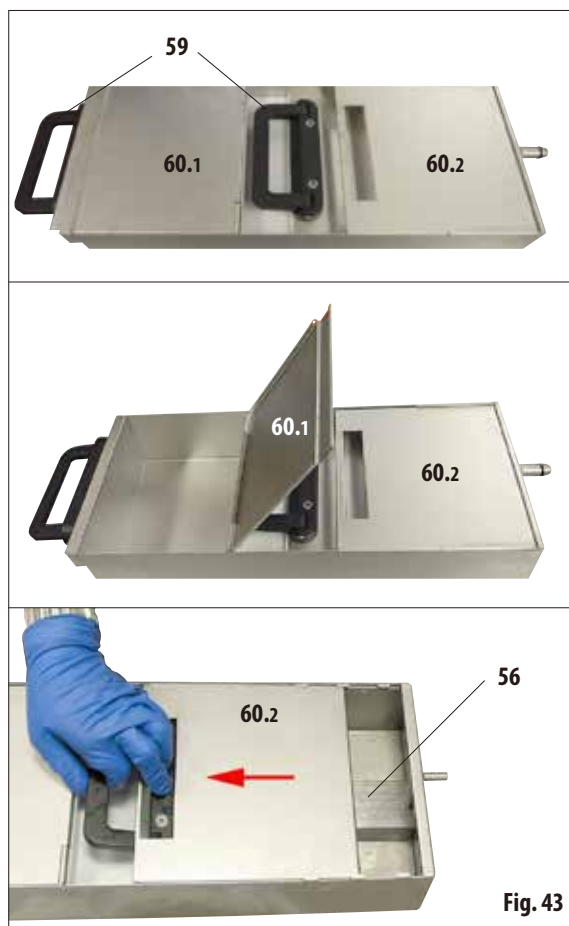

Fig. 43
- Tutti i bagni di paraffina sono provvisti di due impugnature (59) per poterli estrarre e trasportare. Due coperchi mobili (60.1 e 60.2) assicurano una migliore coibentazione e impediscono che, quando i bagni vengono estratti, la paraffina possa traboccare (fig. 43).
- Durante l'estrazione, il coperchio anteriore (vedi figura a sinistra) (60.1) può essere ribaltato verso l'alto (fig. 43, centro), per facilitare il riempimento e la pulizia.
- L'altro coperchio (vedi immagine a destra) (60.2) può essere spostato, e anche rimosso per procedere alle operazioni di pulizia (fig. 43, in basso).
- In ogni bagno di paraffina è presente un filtro (56) (come nella stazione di paraffina) per proteggere le condutture di paraffina da contaminazioni.